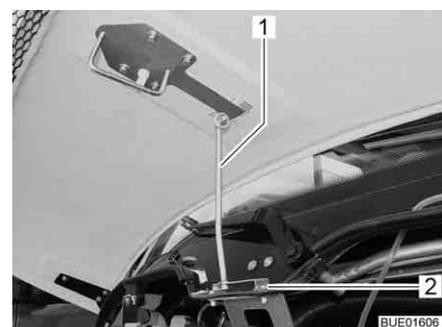

Fig. 41 Appui capot moteur (Viseo)
- Déplier l'appui (Fig. 41,1) et l'accrocher dans le support (Fig. 41,2).